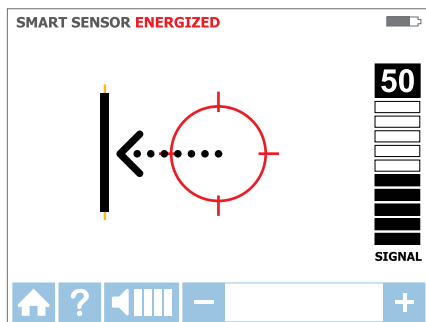

Figura 3.1d
4. Mova o recetor na direção indicada pela seta no visor (vera Figura 3.1d)